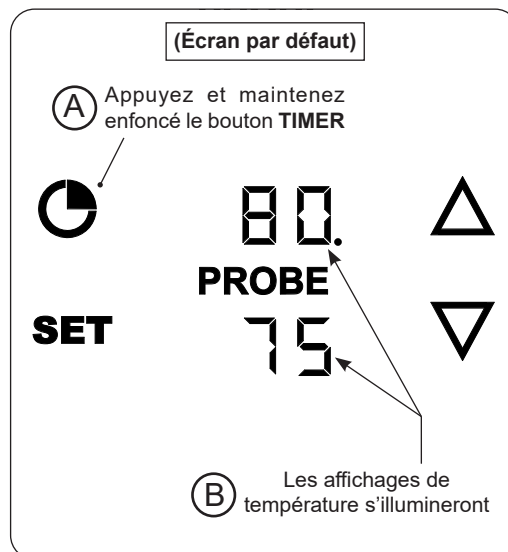

Fig. 38-1 Turn on thermometer/Thermostat
3. Appuyez et maintenez enfoncé le bouton **TIMER** (Fig. 38-1, A) jusqu'à ce que le reste des affichages s'allume (Fig. 38-1, B). Il s'agit de l'**écran par défaut**. L'écran par défaut affiche vos températures. L'affichage supérieur est la température de cuisson, et l'affichage inférieur est la température de la sonde à viande (si elle est branchée).